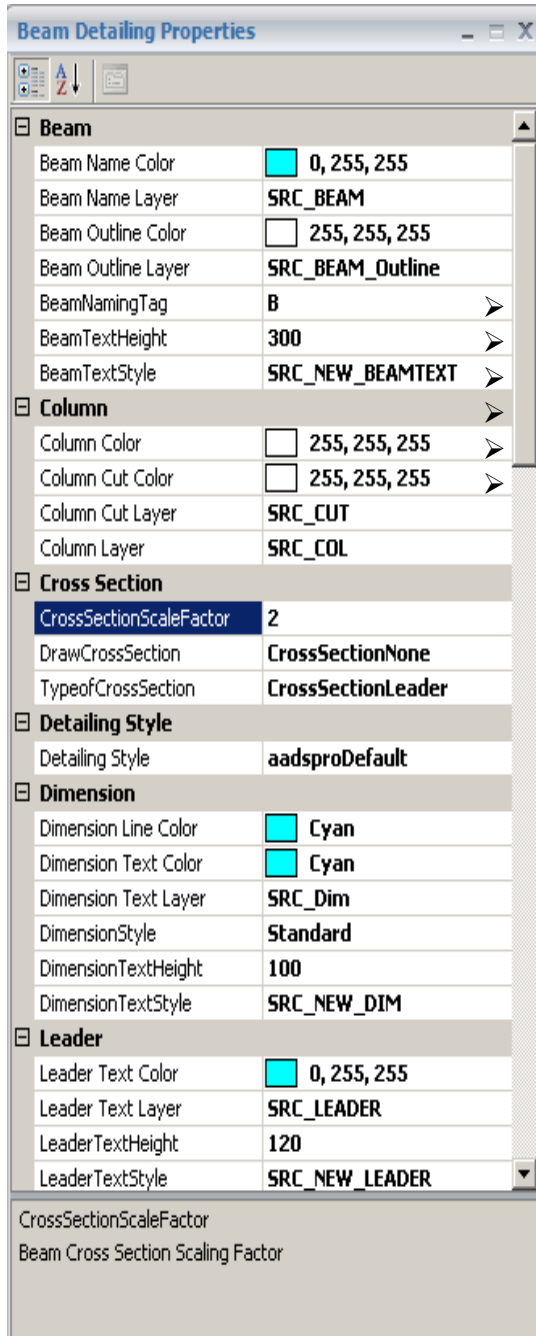

Fig 6.1.5
- **Set Properties** (Fig 6.1.5, 6.1.6)